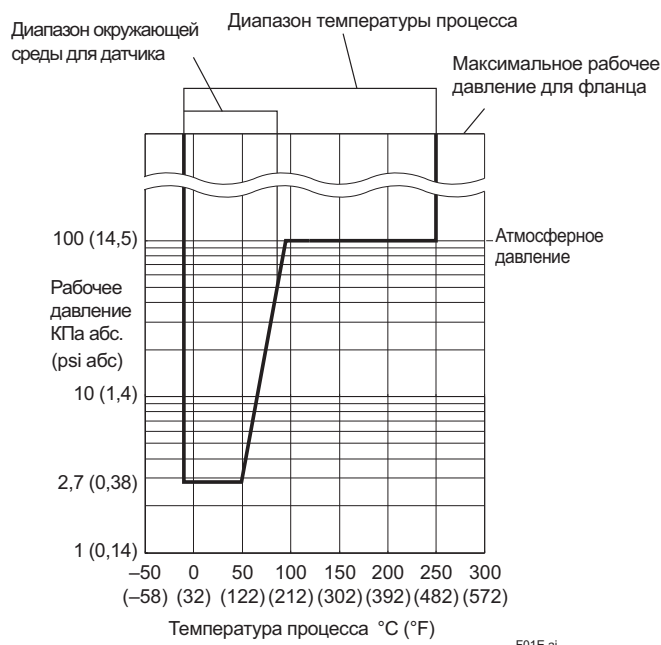

Рис. 1. Рабочее давление и температура процесса
*1: См. рис. 1 «Рабочее давление и рабочая температура».
Для атмосферного давления или ниже см. Рис. 1.